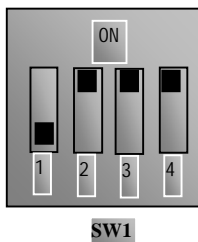

图 4-5
- (6) 对于 QC2000 系列 18.5kW 以上功率变频器控制端子排附近有一个四位红色拨码开关 SW1，如图 4-5 所示。拨码开关选择模拟量输入端子 AI1、AI2 输入范围 (0~5V/0~10V/0~20mA)；通过 F203 选择输入通道。出厂时拨码开关的位置如图 4-5，即 AI1 为 0~10V 输入，AI2 为 0~20mA 输入；其它拨码开关的位置与调速方式详见下表 4-3。